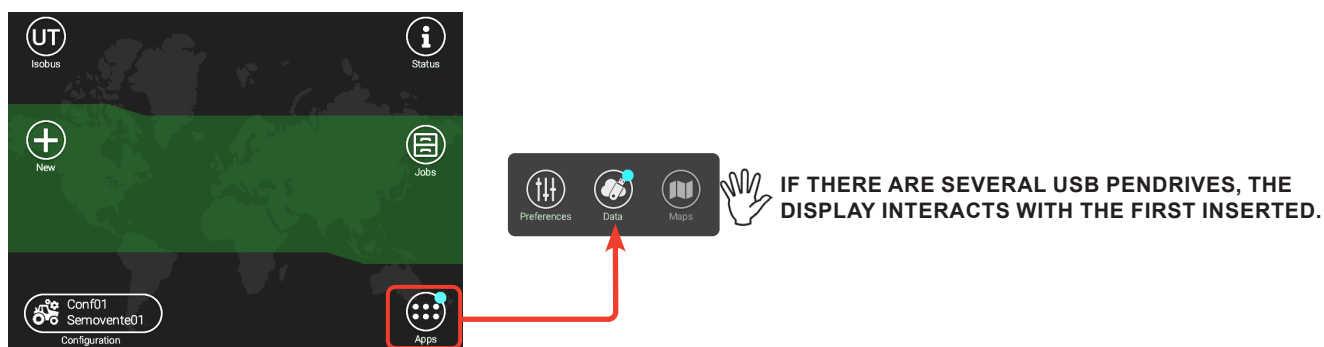

Fig. 83
- Press the **Data** icon (Fig. 83).